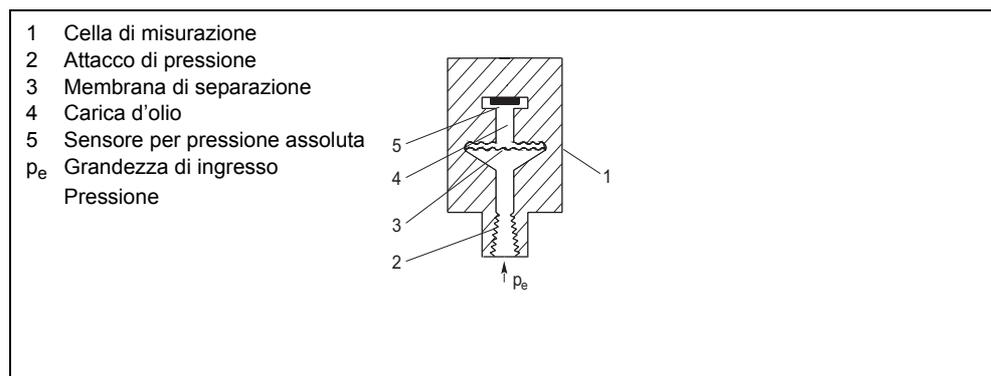

Figura 10 Cella di misurazione per pressione assoluta dalla serie costruttiva Pressione, schema funzionale
La pressione viene trasmessa sul sensore di pressione assoluta (5) attraverso la membrana di separazione (3, Figura 10, p. 20) e il liquido di riempimento (4). Quattro piezoresistenze posizionate nella membrana di misurazione collegate a ponte modificano il proprio valore di resistenza. Il cambiamento del valore di resistenza provoca una tensione di uscita del ponte proporzionale alla pressione di ingresso.